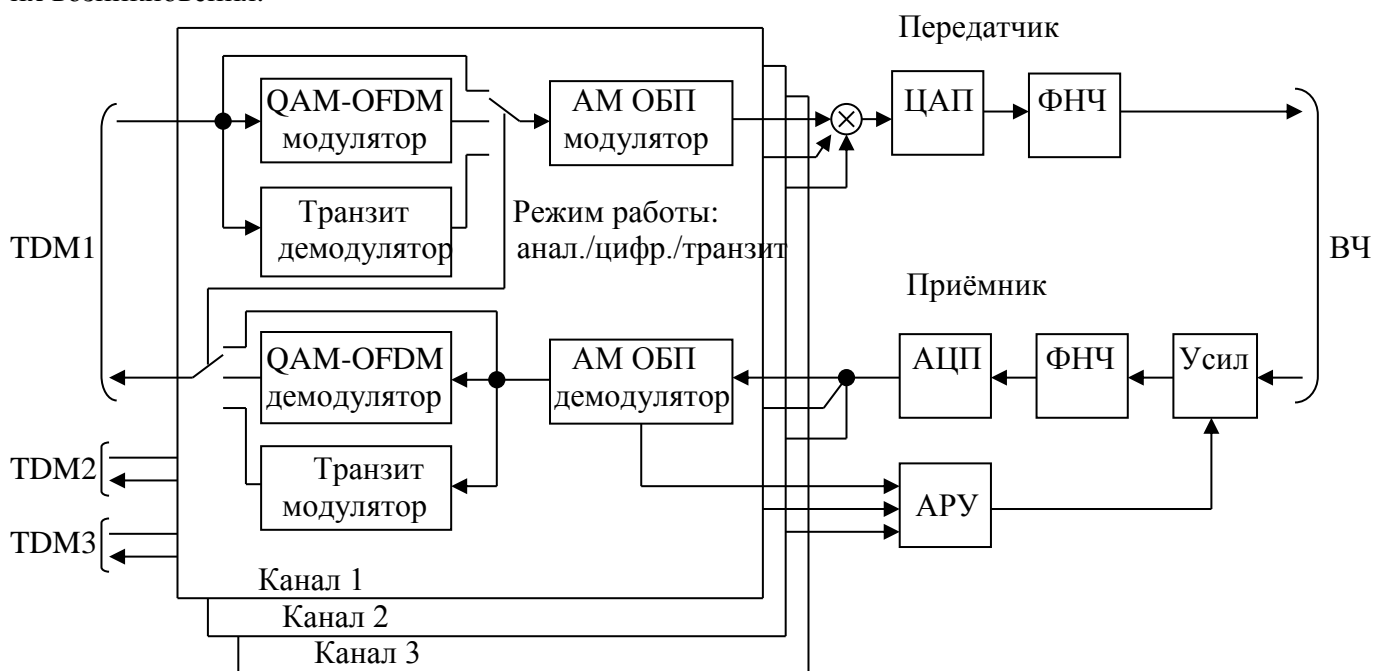

Рис. 7. Функциональная схема обработки сигналов ВЧ каналов платы МД02.
- обработка сигналов трёх ВЧ каналов (рис.7);